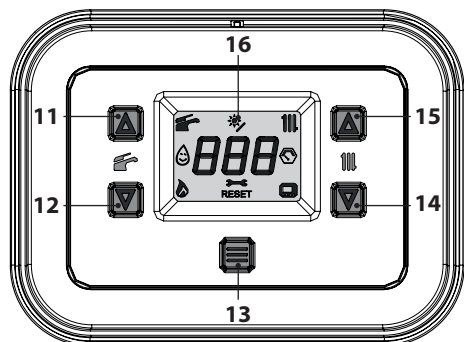
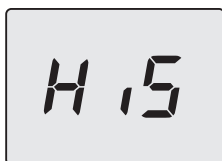

Figura 5.35
Figura 5.36
- Entrare in "modalità programmazione" premendo contemporaneamente per 5 secondi i tasti 12 e 14 (Figura 5.35) fino a far apparire sul display LCD le lettere **HiS** che indicano il menu "Storico delle caldaie" (Figura 5.36).
- tenere premuti contemporaneamente i tasti 12 e 14 per 5 sec. (Figura 5.35) (ritorno al livello precedente).
- Premere per 1 sec. il tasto 13 (Figura 5.35) per entrare nel parametro selezionato. Il display
- Premendo il tasto 13 (Figura 5.35) si ottiene la conferma del valore inserito. Il display visualizzerà per 5 sec. quanto segue (Figura 5.42) poi, si porterà al livello superiore.
- Premendo contemporaneamente i tasti 12 e 14 (Figura 5.35) si esce senza modificare il valore (ritorno al livello precedente).
12 e 14 per 5 sec. (Figura 5.35) (ritorno al livello precedente).